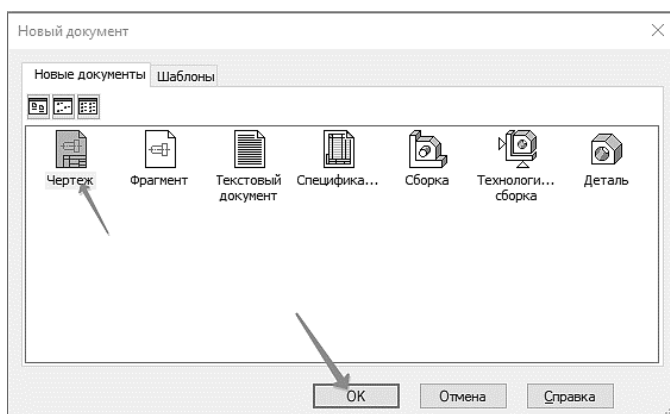

Рис. 11. Создание файла
1.2 В диалоге **Новый документ** укажите тип создаваемого документа **Чертеж** и нажмите кнопку **ОК** (рис. 11).